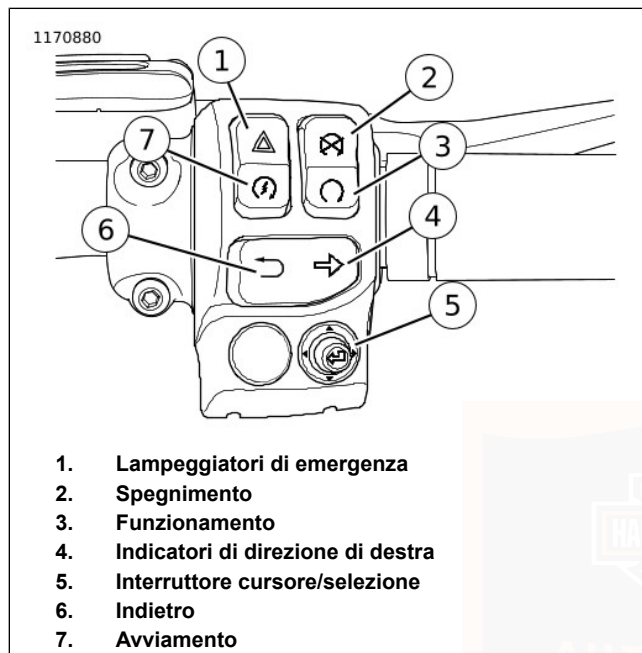

Figura 45. Modulo dell'interruttore di destra (tipico)
2. Vedere Figura 45 In presenza del portachiavi elettronico del sistema di sicurezza, portare l'interruttore di ARRESTO/FUNZIONAMENTO su FUNZIONAMENTO.